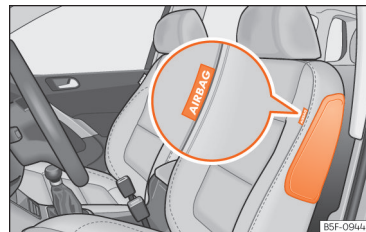
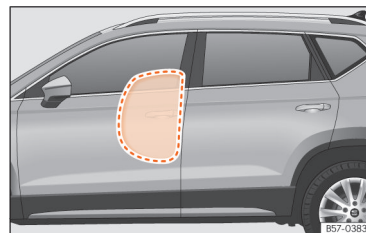

Fig. 28 Airbag lateral din scaunul șoferului.
Fig. 29 Imagine cu airbag lateral umflat complet, pe partea stângă a autovehiculului.
Airbagurile laterale sunt situate în spătarele scaunelor din față >>> **fig. 28**, >>> **fig. 29**.
- Asigurați-vă că sunt corect așezați copiii în scaunele lor și că capetele lor nu se află în zona de declanșare a airbagurilor laterale >>> **fig. 29**, deoarece airbagurile declanșate i-ar putea lovi și le-ar putea cauza răni severe.